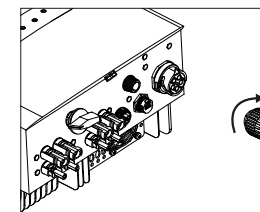

Bild 5.24 Växelströmsanslutning till växelriktaren
C) Anslut växelströmsanslutningen med växelriktaren och dra sedan åt växelströmsanslutningen medurs (se bild 5.24) tills du hör ett lätt klickljud vilket indikerar att anslutningen lyckats.